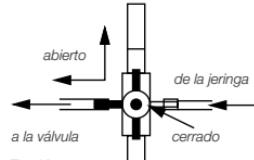

Fig. 10
- Mantenga cuidadosamente la circulación a través de la válvula y gire la llave de tres pasos tal y como se muestra en la Fig. 10 de modo que la jeringa quede aislada. Tan pronto como la llave de tres pasos esté en posición correcta, la columna de agua debe empezar a descender. La jeringa está ahora aislada de la válvula y ya no es necesario mantener la circulación. Si la columna no desciende repita los pasos del b) al f).